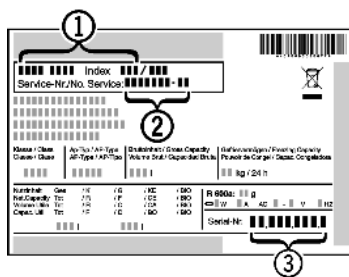

Fig. 6
► Наименование устройства *Fig. 6 (1)*, сервисный № *Fig. 6 (2)* и серийный № *Fig. 6 (3)* считайте с заводской таблички. Заводская табличка находится внутри устройства слева.
- Обратитесь в сервисную службу и сообщите вид неисправности, наименование устройства *Fig. 6 (1)*, сервисный № *Fig. 6 (2)* и серийный № *Fig. 6 (3)*.